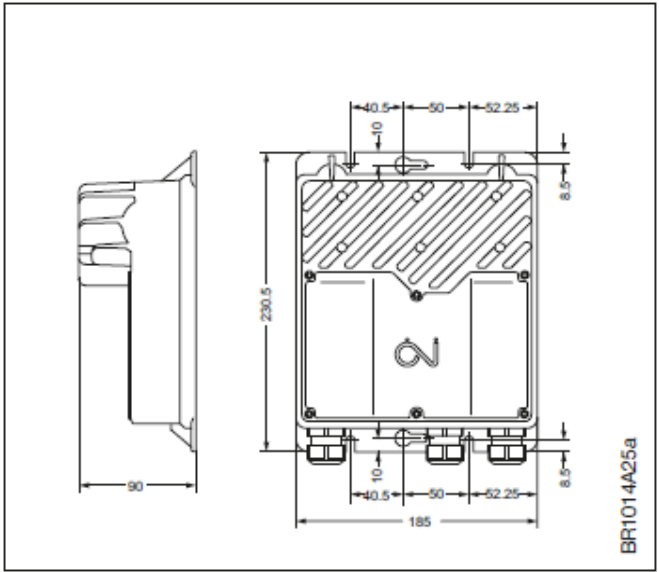

Abbildung 3-2:
- Maßskizzen siehe Abb. 3-2 ... 3-5.